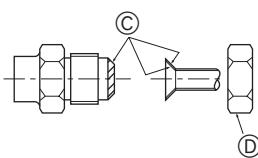

Fig. 4-1
4.2. Aansluiten van de pijpen (Fig. 4-1)
Ⓐ (Fig. 4-1)
Ⓑ (Fig. 4-1)